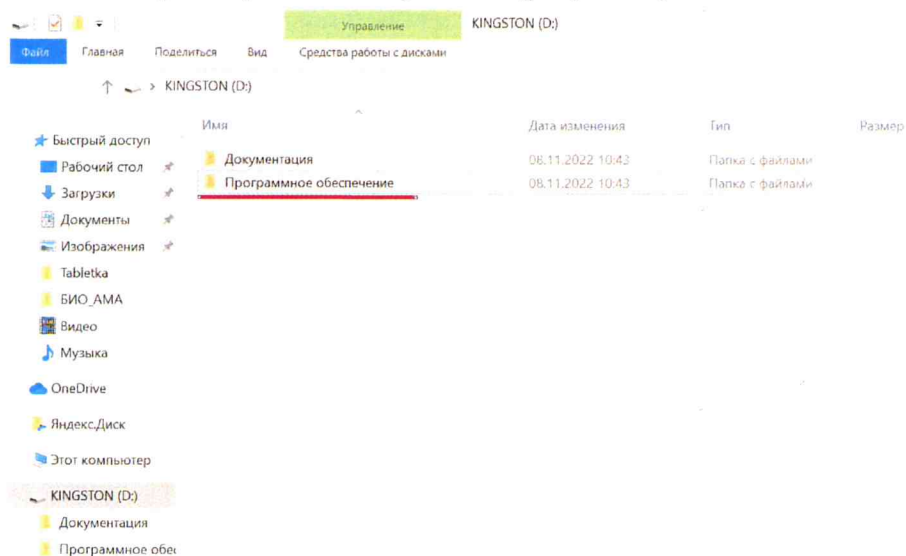
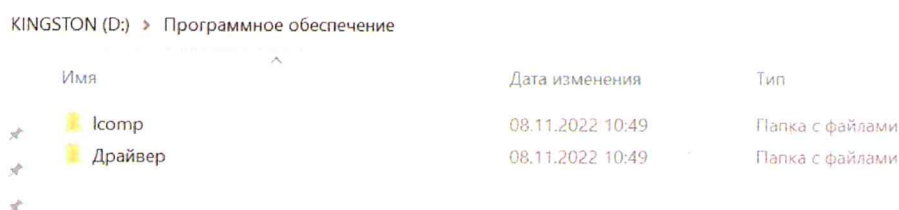

Рисунок 4
Рисунок 5
1) Вставьте USB флеш-накопитель в ПК и откройте его папку. Найдите папку «Программное обеспечение» и откройте ее (рисунок 4). В открывшейся папке скопируйте обе находящиеся в ней папки, для этого выделите их левой кнопкой мыши, а затем нажмите на них правой кнопкой мыши и выберите пункт «Копировать» (рисунок 5).